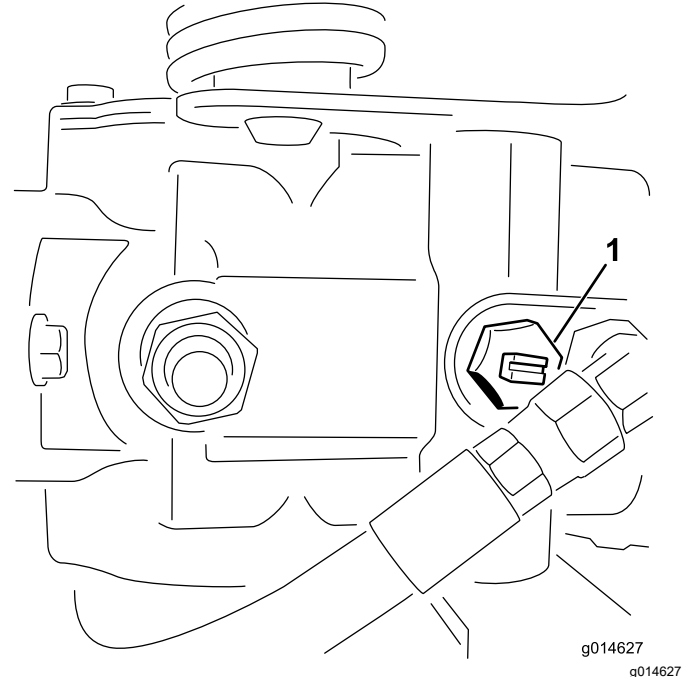

Figura 27
1. Girate la valvola bypass sulla pompa in modo che la scanalatura sia verticale (Figura 27).
2. Prima di avviare il motore chiudete la valvola bypass girandola in modo che la scanalatura sia orizzontale (Figura 27).